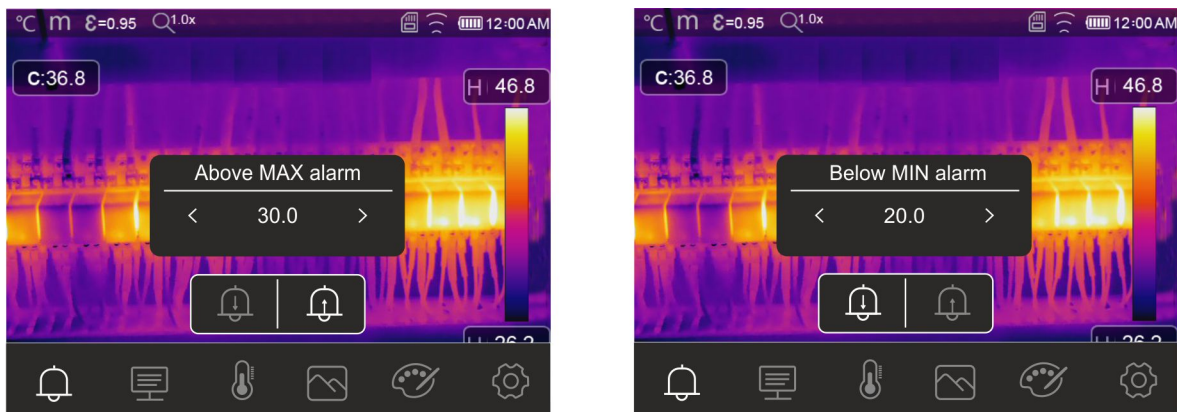

Fig. 45: Réglage de seuils limites pour les alarmes
3. Touchez l'icône «  » pour définir la valeur du seuil **supérieur** associé à l'alarme. La page-écran de la Fig. 45 – partie gauche s'affiche à l'écran
5. Touchez l'icône «  » pour définir la valeur du seuil **inférieur** associé à l'alarme. La page-écran de la Fig. 45 – partie droite s'affiche à l'écran